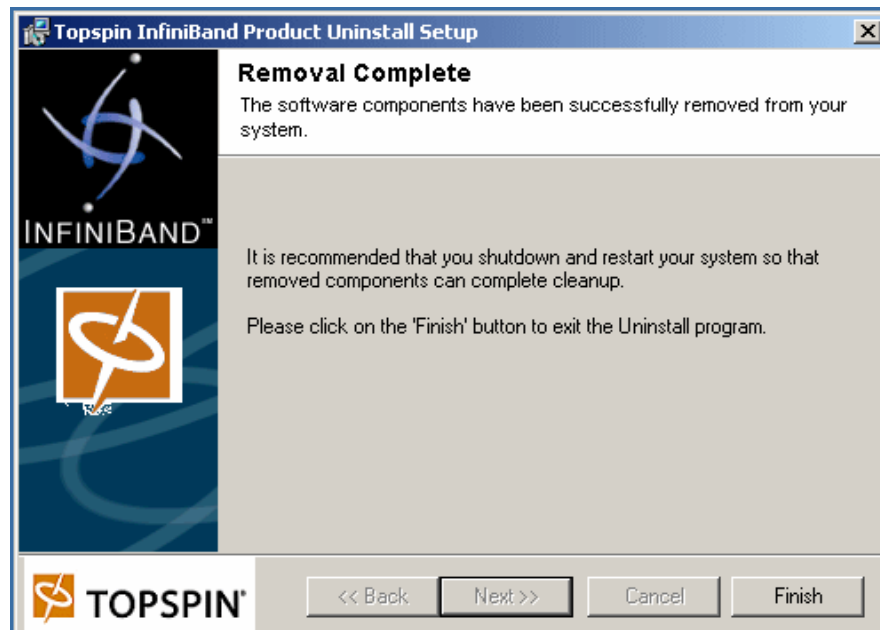

図 8-7 Topspin InfiniBand Product Uninstall Setup
3. 「Removal Complete」 ウィンドウ (図 8-7) が表示されたら、「**Finish**」をクリックします。